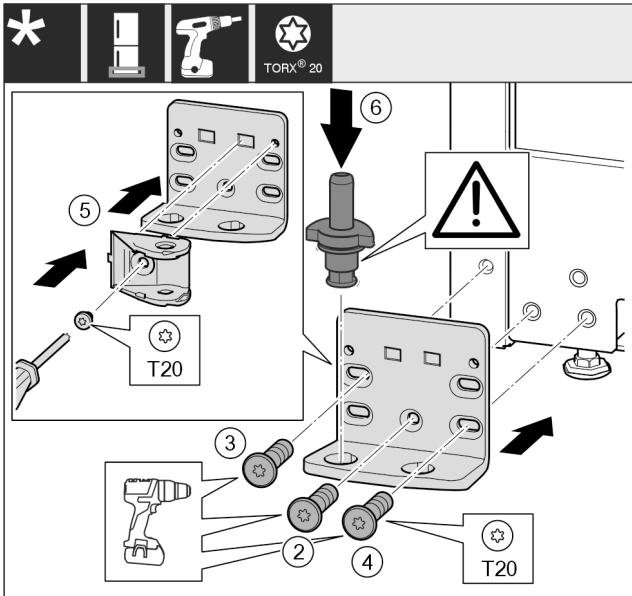

Fig. 32
- ▶ 将托架安装到另一侧，并借助螺丝刀旋紧。从底部中心的螺钉 Fig. 32 (2) 开始。
- ▶ 拧紧螺钉 Fig. 32 (3) 和螺钉 Fig. 32 (4)。
- ▶ 将关门阻尼器连接装置 Fig. 32 (5) 旋转 180°。用螺丝刀拧紧托架的另一侧。
- ▶ 将轴承螺栓 Fig. 32 (6) 完全装入。同时注意止动凸轮需指向后方。